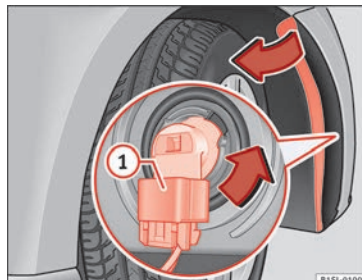

Abb. 87 Glühlampe im Scheinwerfer auswechseln.
4. Anschlussstecker » Abb. 87 1 entriegeln und abziehen.
5. Lampenhalter » Abb. 87 in Pfeilrichtung bis zum Anschlag **entgegen dem Uhrzeigersinn** drehen und mit der Glühlampe nach hinten herausziehen. »